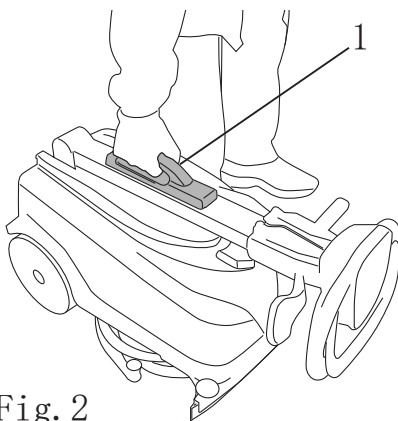

Fig. 2
- 抓住把手（图2，编号1），将机器从包装中提起抽出，放置在地面上。